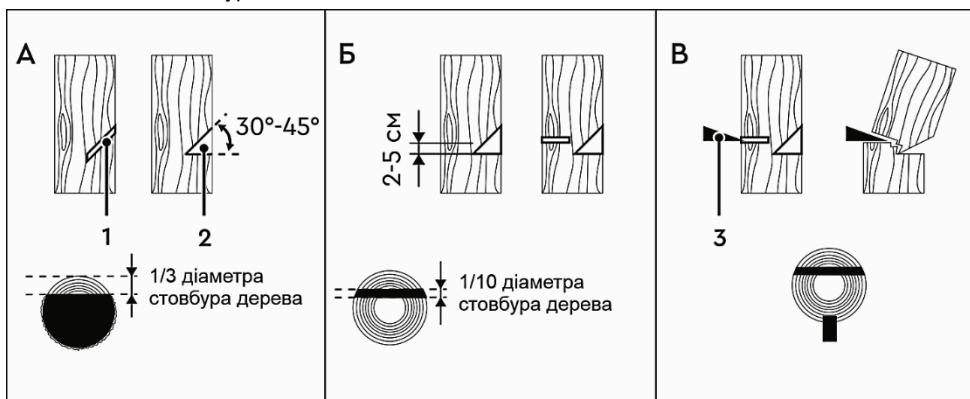

Рисунок 8
4.7.4 Виконання пропилів (рисунок 8)
Почніть пилити дерево з того боку куди воно має впасти (1, рисунок 8-А).
Зробіть клиновидний пропил (2, рисунок 8-А) під кутом 30-45°, глибина якого приблизно дорівнює 1/3 від товщини стовбура.
Валочний розпил (рисунок 8-Б) зробіть із протилежного боку від клиновидного пропилу, помістивши зубчастий упор пили на стовбур на 2-5 см вище нижнього краю клиновидного пропилу.
Частина стовбура, яка залишилася непропиленою, буде направляти його в необхідний бік. Коли дерево почне падати, зупиніть роботу пили та негайніо відійдіть у безпечну зону. Якщо дерево не почало падати, необхідно забити клин (3, рисунок 8-В), після чого дерево почне падати в сторону клиновидного пропилу.